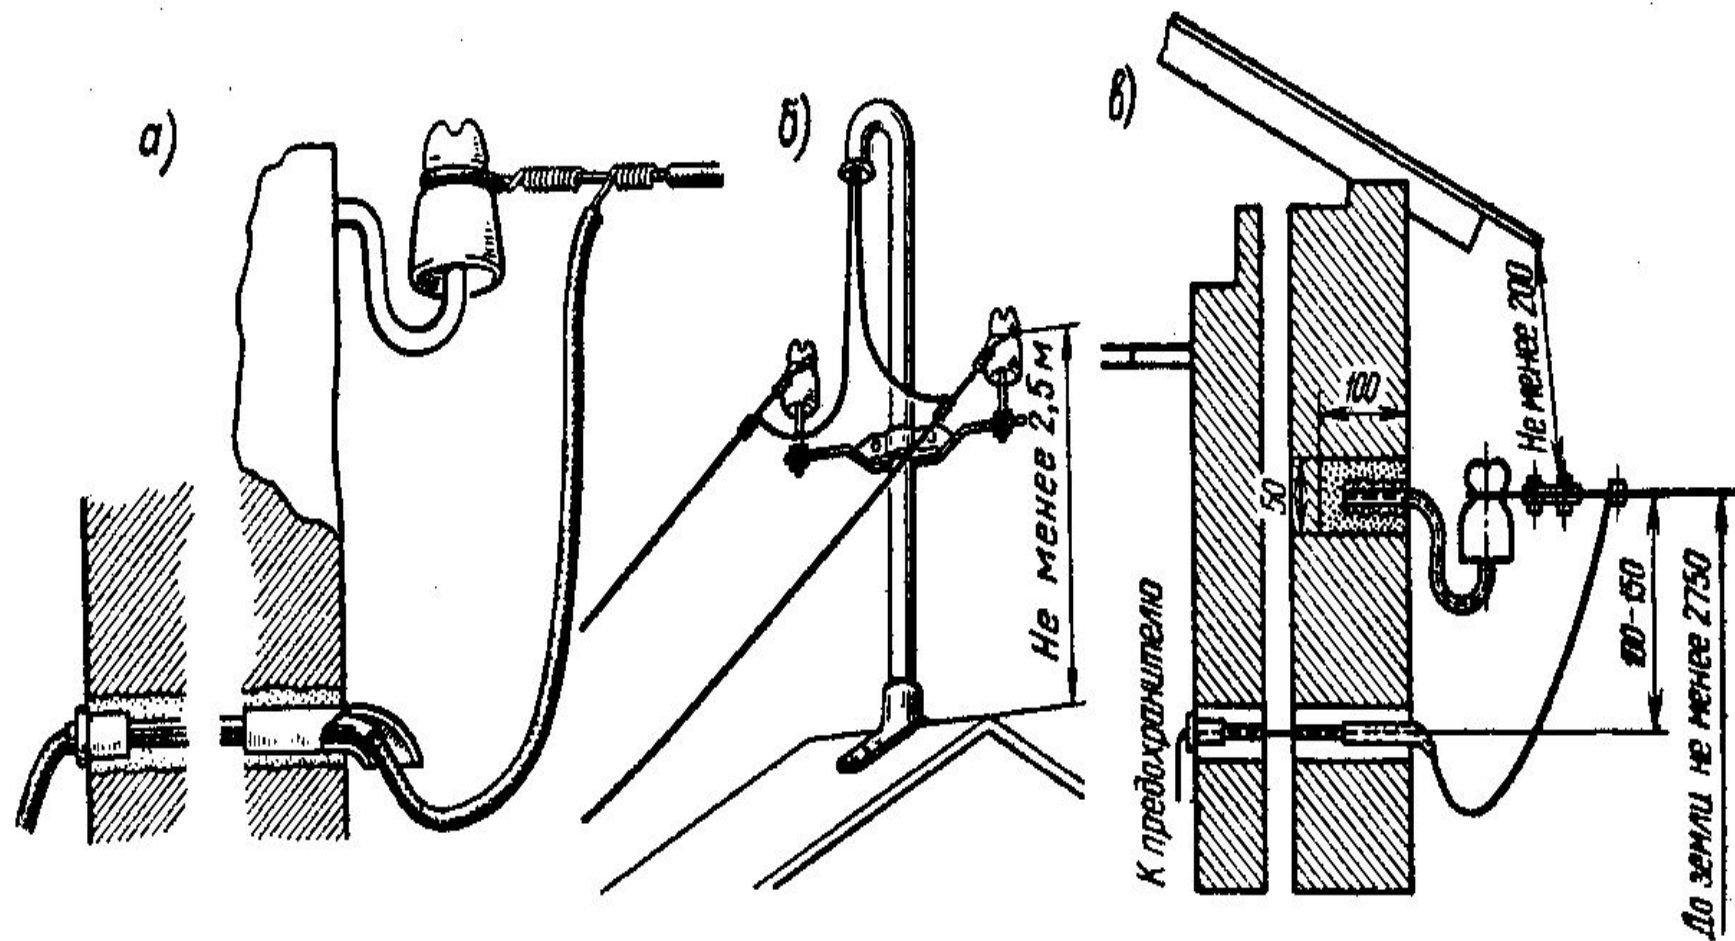

Рис. 2-1. Устройство ввода от воздушной линии:
*Вводом от воздушной линии электропередачи называется электропроводка, соединяющая ответвление от воздушной линии электропередачи с внутренней электропроводкой, считая от изолятора, установленного на наружной поверхности (стене, крыше) здания или сооружения, до зажимов вводного устройства внутри здания (рис. 2-1). Ответвление от воздушной линии (ВЛ) к вводу в здание при напряжении до 1000 В не является наружной электропроводкой и относится к ВЛ.*